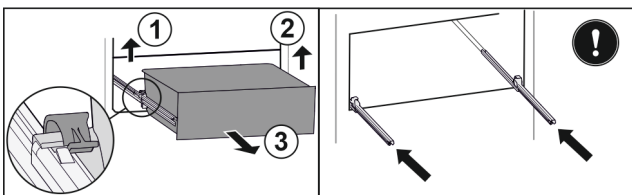

Fig. 98
- ▶ Повдигнете лявата скоба и едновременно с това изтеглете напред чекмеджето отляво. Fig. 98 (1)
- ▶ Повдигнете дясната скоба и едновременно с това изтеглете напред чекмеджето отдясно. Fig. 98 (2)
- ▶ Извадете чекмеджето напред. Fig. 98 (3)